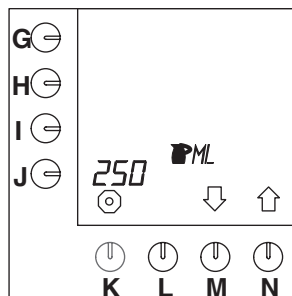

Fig. 36 Volume d'un pichet
- Appuyez sur la touche de sélection (N.)↑ jusqu'à ce que la fig.36 s'affiche sur l'écran de contrôle.